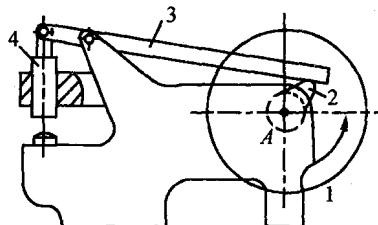

图 2-4
**例 2.3** 图 2-4 所示为一简易冲床的初拟设计方案。设计者的思路是：动力由齿轮 1 输入，使轴 A 连续回转，而固装在轴 A 上的凸轮 2 与杠杆 3 组成的凸轮机构将使冲头 4 上、下运动以达到冲压的目的。试绘出其机构运动简图（设图上 1mm 表示实际尺寸 0.04m，凸轮推程和回程轮廓以及相应的推、回程运动角示意图画出即可），分析其运动是否确定，并提出修改措施（要求用机构运动示意图表示出来）。